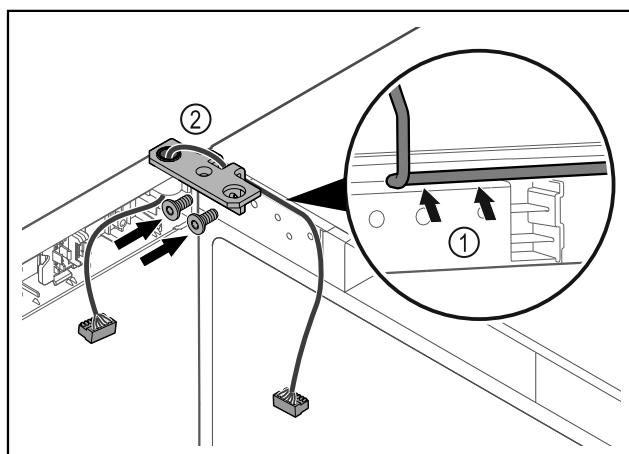

Fig. 63
► Кабель провести через виїмку шарнірного кутика і обережно прокласти Fig. 63 (1).
► Накрутити шарнірний кутик Fig. 63 (2).